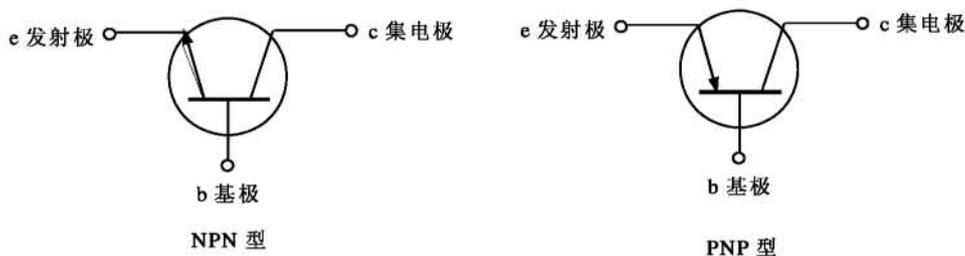

图 2-55 三极管图形符号
(3) 按用途分依工作频率分为高频 ($f_T > 3\text{MHz}$)、低频 ($f_T < 3\text{MHz}$) 和开关三极管。三极管在电路中的符号如图 2-55 所示。